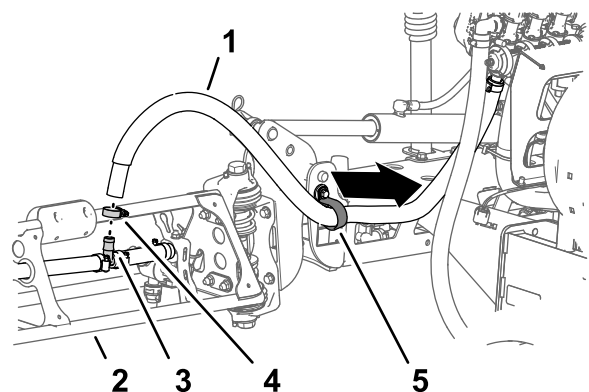

Bild 35
1. Entfernen Sie am äußeren Sprühabschnitt die Schlauchklemme, mit der der Sprühabschnittschlauch am gezahnten T-Anschlussstück befestigt ist (Bild 35).
2. Nehmen Sie den Schlauch vom T-Anschlussstück ab (Bild 35).
3. Nehmen Sie das freie Ende des Schlauchs von der R-Klemme ab (Bild 35).